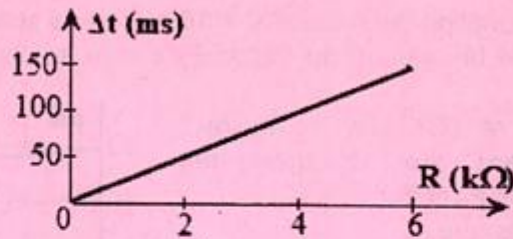

figure-4
Les résultats de mesures ont permis d'obtenir la courbe de la **figure-4** traduisant l'évolution de la durée de charge Δt en fonction de R .
- a- Déterminer, en exploitant la courbe de la **figure-4**, l'expression de Δt en fonction de R .